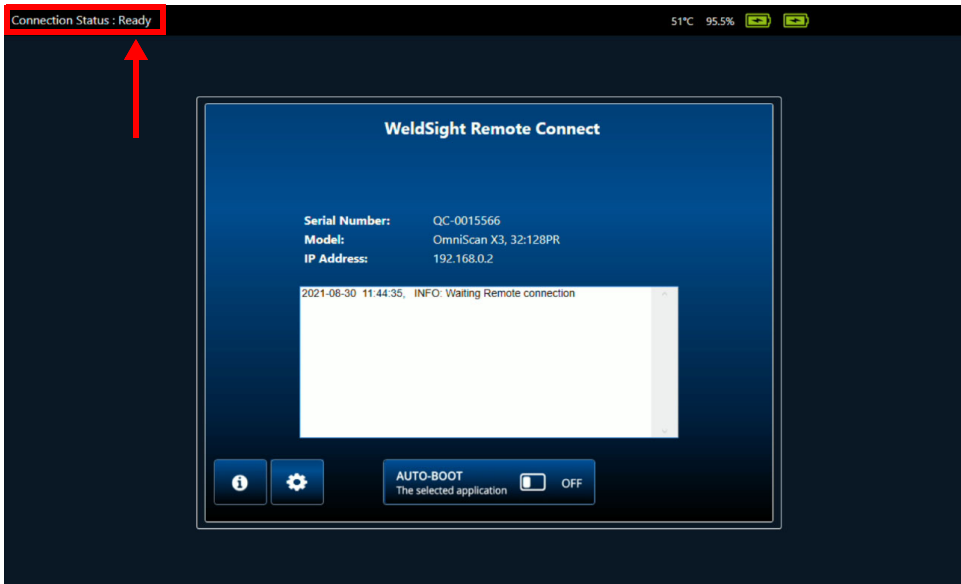

Abbildung 7-5 Verbindungsstatus – Ready (Bereit)
5. Der Status in WeldSight Remote Connect sollte von **Not Ready** (Nicht bereit) zu **Ready** (Bereit) wechseln, wenn der OmniScan X3 eine gültige Verbindung mit dem PC erkennt (Abbildung 7-5 auf Seite 80).